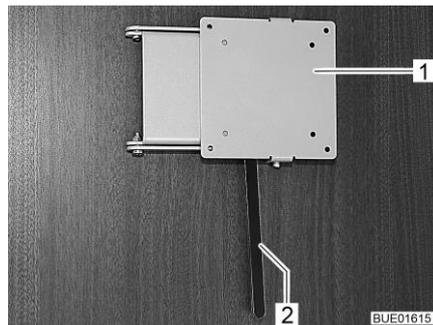

Fig. 91 Soporte con palanca de desbloqueo
- Posicionar:** ■ Empujar la palanca de desbloqueo (Fig. 91,2) hacia el lado y girar el soporte (Fig. 91,1) junto con la pantalla plana a la posición deseada.
- Guardar:** ■ Girar la pantalla plana hacia la posición inicial hasta que el soporte (Fig. 91,1) engatille en el bloqueo.